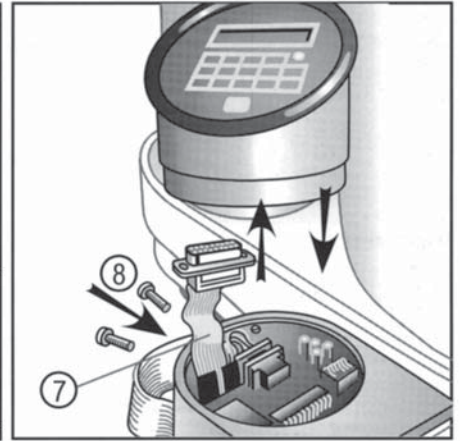

Imagen 5
El Multicast Printer se conecta mediante un punto especial de corte ⑩ con el Multicast compact y se lo atornilla firmemente con la caja. Para ello, por favor, observen las instrucciones de montaje por separado. Está preparado para el apoyo de la parte de mandos (imagen 5). Mediante el punto de corte integrado en serie ⑩ pueden instalarse en el Multicast compact también impresoras usuales en el mercado, compatibles con ASCII que tengan una conexión de serie.